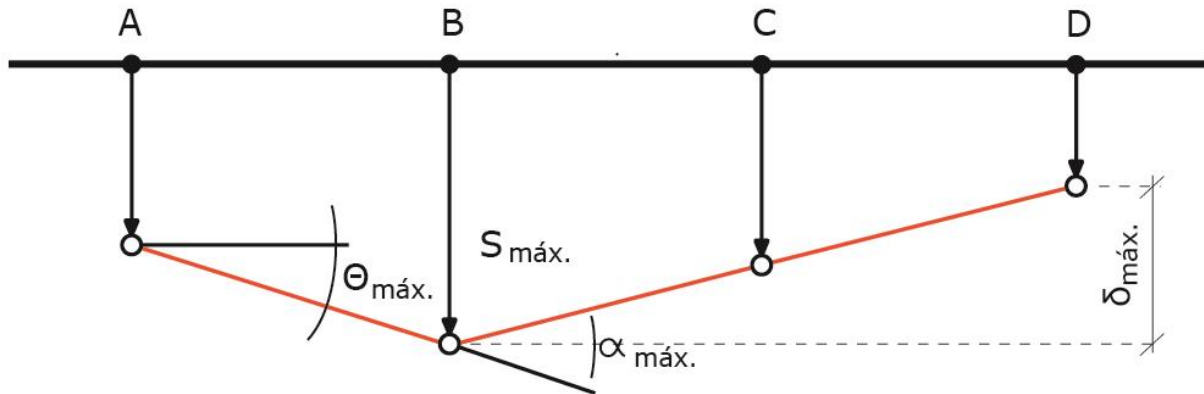

Figura 44: Representação das variáveis de movimento de fundações
A NBR 6122 nomeia algumas letras como parâmetros de estudo para o movimento de fundações que devemos conhecer. São eles (Figura 44):
- δs : recalque ou levantamento diferencial entre dois pontos da estrutura (observe na figura 44 o $\delta_{máx}$);
- ✓ Esclarecendo: a rotação relativa é o ângulo entre uma linha de referência (por exemplo, a linha original que liga os pontos AB da sapata na figura 44) e a nova linha dessa mesma estrutura.